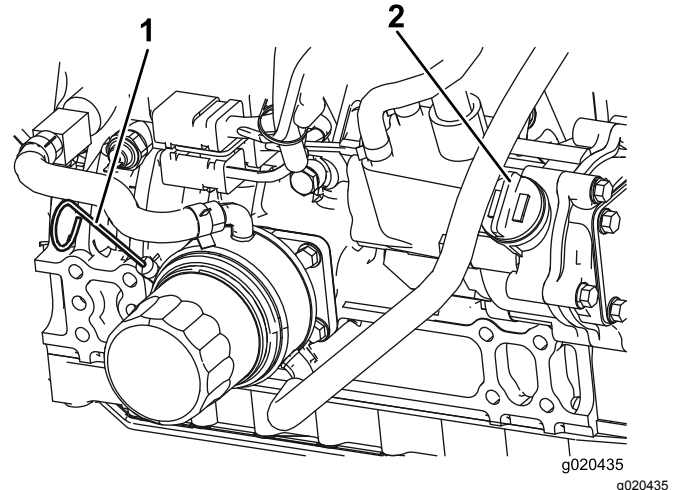

Bild 65
3. Entfernen Sie den Peilstab, wischen ihn ab und führen ihn wieder in das Rohr ein; ziehen Sie ihn dann wieder heraus. Der Ölstand sollte zwischen der Nachfüll- und Voll-Markierung sein (Bild 65).
4. Wenn der Ölstand niedrig ist, entfernen Sie den Einfülldeckel (Bild 65) und füllen Sie Öl ein, bis der Stand zwischen der Voll- und Nachfüllmarkierung liegt. **Füllen Sie nicht zu viel ein.**